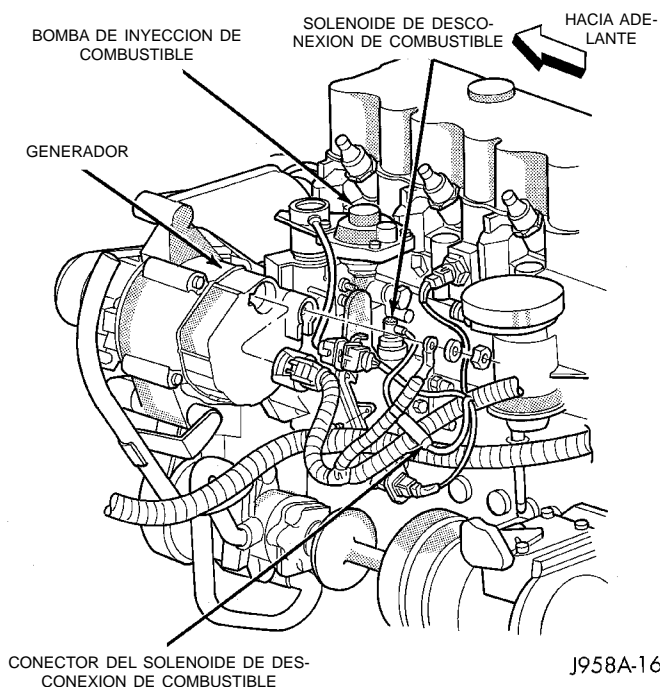

Fig. 10 Conector del solenoide de desconexión de combustible - Motor diesel
- Desconecte el relé de parada automática (ASD) para evitar que el motor de gasolina se ponga en marcha. El relé de ASD está localizado en el Centro de distribución de tensión (PDC). Consulte la etiqueta del PDC para la identificación y localización del relé de ASD. Para evitar que un motor diesel se ponga en marcha, desconecte el conector del mazo de cables del solenoide de desconexión de combustible (Fig. 10).